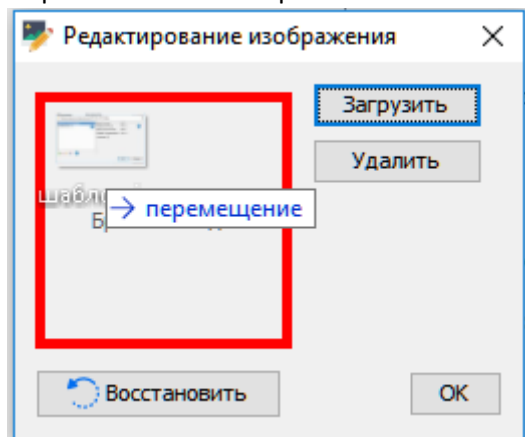

Рисунок 28
2. Перетаскивания изображения в окно изменения изображения (Рисунок 28)